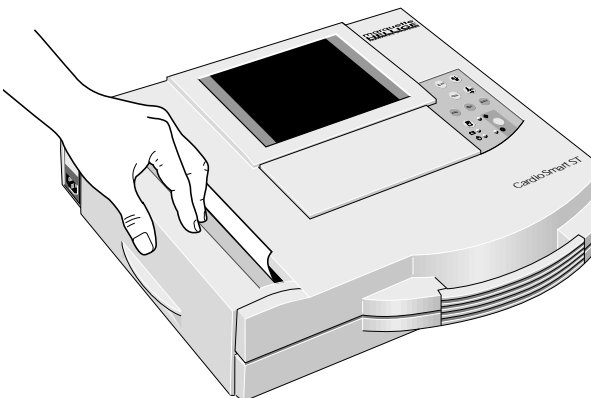

Bild 10-4. Schließen der Papierschachtklappe
- * Halten Sie den Papieranfang zwischen den Markierungen auf dem Gehäuse und schließen gleichzeitig die Papierschachtklappe (Bild 10-4). Achten Sie darauf, daß die Klappe dabei auf beiden Seiten richtig einrastet.